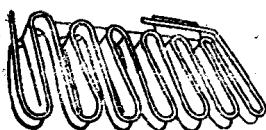

图 1-7 单脊翅片管型蒸发器
2) 单脊翅片管型蒸发器：通过加工，铝管上有一个单脊式翅片，翅高在15~20毫米，经过弯曲加工成型后，主要是用于双温直冷电冰箱冷藏室的蒸发器。如图1-7